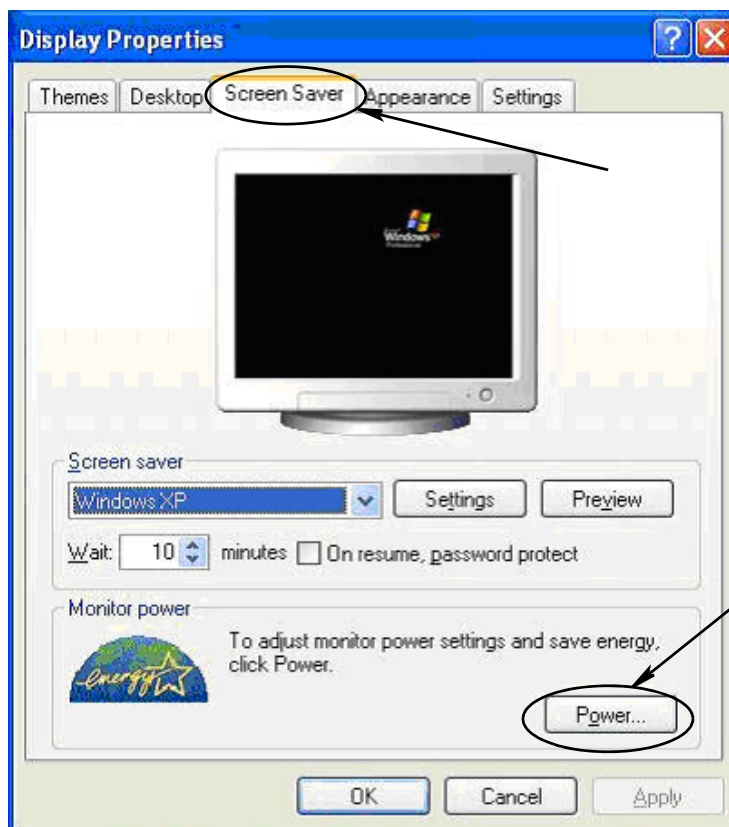

FIG. 30
2. Aparecerá la ventana Propiedades. Elija a la pestaña Protector de pantallas. En la parte de la pantalla Energía del monitor, seleccione el botón Energía (FIG. 30).